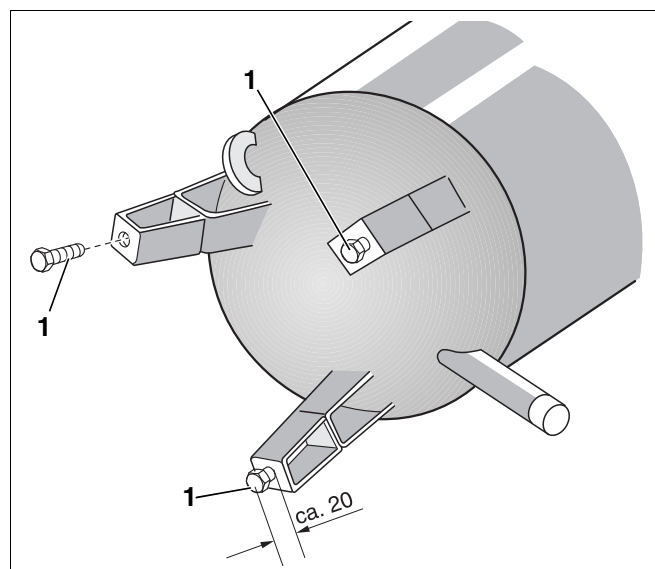

Рис.3 Применение крепёжных болтов как опорных в ножках бака (схематичное изображение)
- Заверните крепёжные болты (рис. 3, [1]) в ножки бака так, чтобы они выступали примерно на 20 мм.